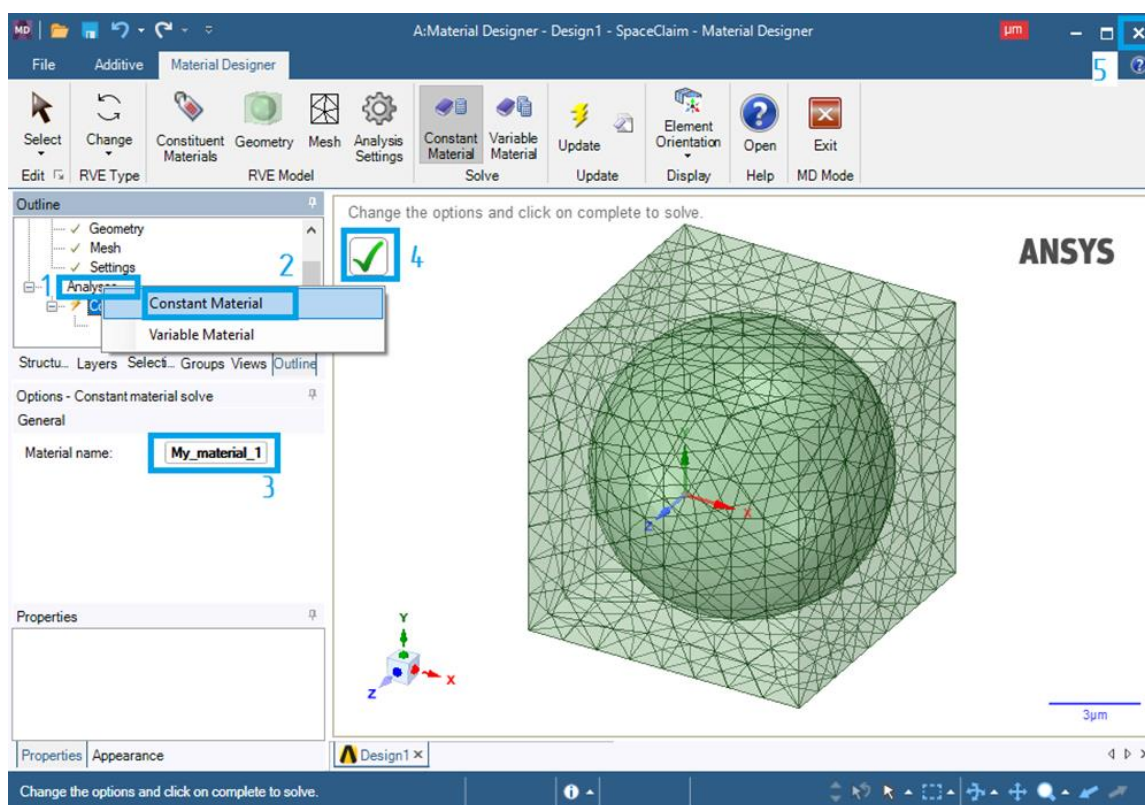

Рис. 12. Создание сетки объемного элемента модифицированной микроструктуры
9. Теперь осталось присвоить название материала, который будет состоять из созданного объемного элемента модифицированной микроструктуры (рис. 12). Для этого нажимаем правую кнопку мыши (ПКМ) на **Analyses** (1) – **Constant Material** (2), вводим название материала (3) и нажимаем галочку (4). Закрываем окно **Material Designer** (5).